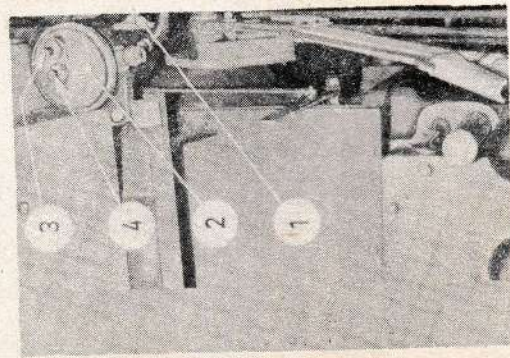

Bild 20
Bild 20 a
5.112 KRAFTSTOFFLEITUNGEN UND FILTER (Bild 20)
Dann wird die Spannmutter (4) gelöst, der Deckel abgenommen und das Filzrohr-Filter herausgenommen. Es wird mit dem beim Werkzeug mitgegebenen Reinigungsgerät (Bild 20 a) verschlossen in Dieselkraftstoff getaucht und mit dem Mund oder mit Preßluft durchgeblasen. Dabei bilden sich am Filzrohr Luftblasen. Der mit den Blasen ausgetretene Schmutz ist abzuspielen. Dieser Reinigungsvorgang ist so oft zu wiederholen, bis die Reinigungsflüssigkeit sauber bleibt.